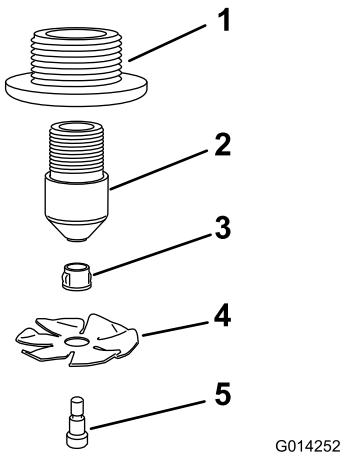

Figura 14
1. Assemblate gli ugelli come illustrato in Figura 14.